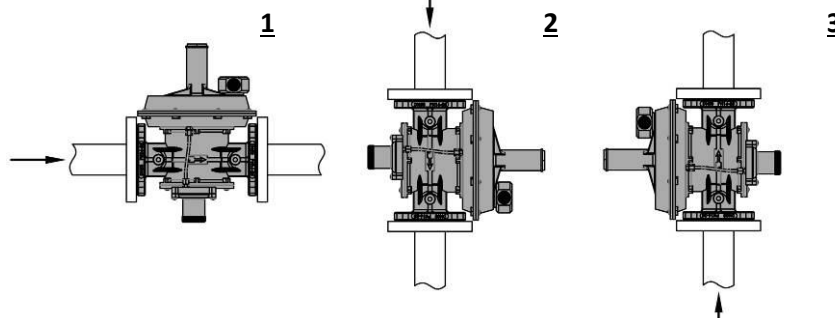

Рис.5
- Регуляторы DN15 – DN100 могут монтироваться как на горизонтальном, так и на вертикальном трубопроводе. Если установить регулятор в такое положение как 2-3 рис. 5, то срок службы регулятора уменьшается.